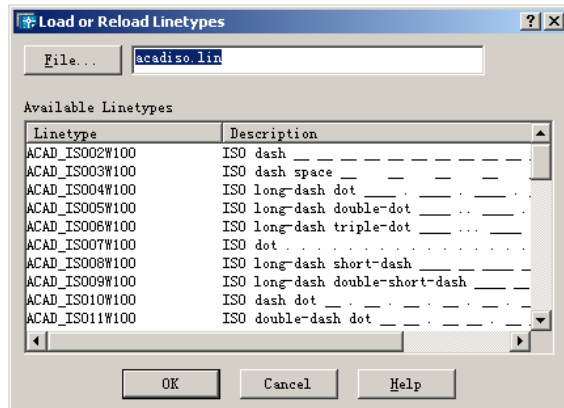

图 7-2 Load or Reload Linetypes 对话框
(1) **Load...** 按钮。如果用户需要使用其他类型的线型，可单击此按钮弹出 Load or Reload Linetypes（加载或重载线型）对话框，如图 7-2 所示。该对话框中显示出了当前的线型库文件，以及该文件中定义的全部线型。用户可单击 **File...** 按钮来指定其他线型库文件，并在线型列表中选择所需要的线型，并单击 **OK** 按钮返回。